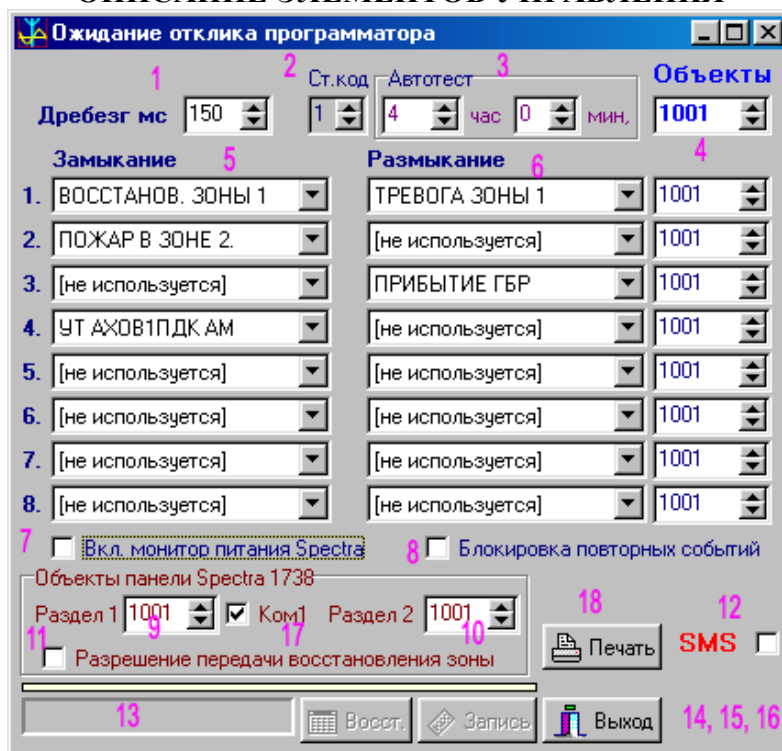

Рис. 1 Элементы управления и индикации
2. Только при установленном флажке 17 (см. рис.1)